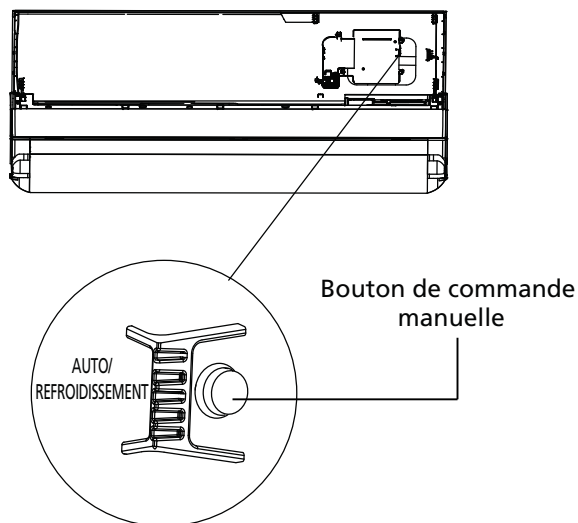

Fig. 28 – Essai de fonctionnement
Effectuez un essai de fonctionnement après avoir terminé la recherche de fuite de gaz et la vérification de sécurité électrique (voir fig. 28).
1. La **COMMANDE MANUELLE** est située sur le côté droit du boîtier d'affichage du panneau avant du module intérieur (voir fig. 28). Appuyez deux fois sur le bouton pour sélectionner la fonction **REFROIDISSEMENT**. Effectuez un essai de fonctionnement comme à l'habitude.